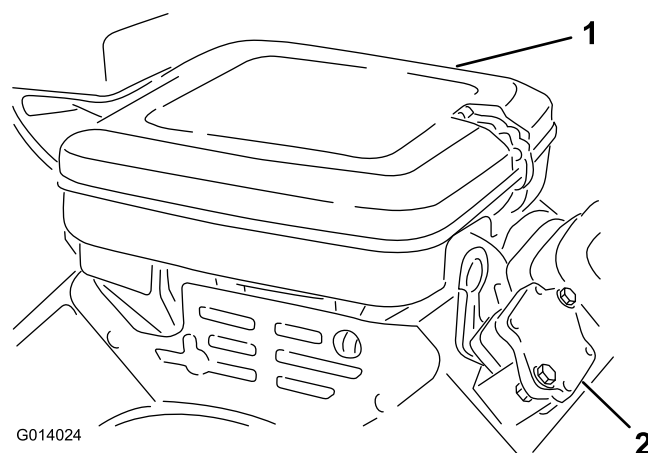

Figura 1
2. Togliete il coperchio del filtro dell'aria e lo stesso filtro dell'aria dal motore (Figura 1).